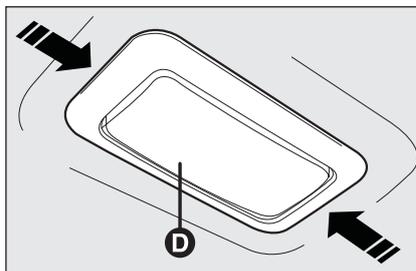

fig. 30
- chiudere lo sportellino di protezione **E**-fig. 31 e reinserire la plafoniera **D**-fig. 30 nel proprio alloggiamento accertandosi dell'avvenuto bloccaggio.